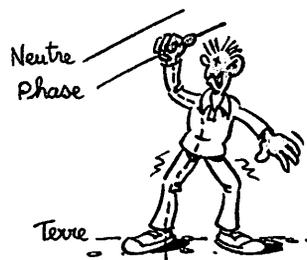

Fig. 3 : Contact direct phase-terre.
- électrisation par contact direct phase terre (fig. 3) ;